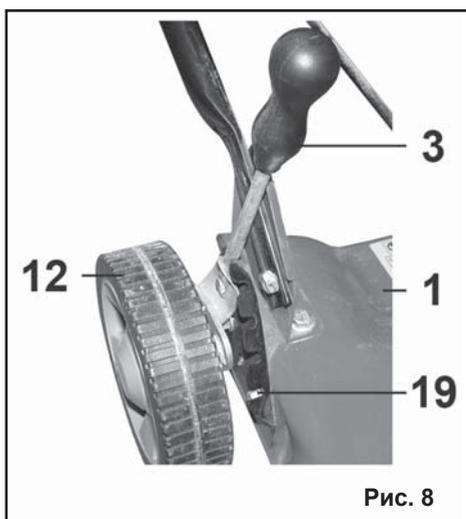

Рис. 8
8.1. Регулировка высоты скашивания (Рис.8)